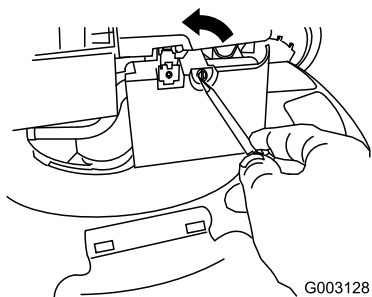

Figure 34
2. Ouvrez le couvercle du filtre à air avec un tournevis (Figure 34)